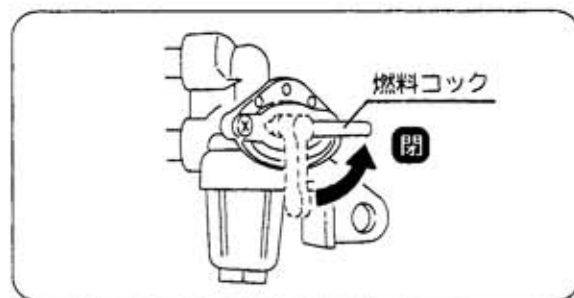

図26
- ③ 外気温がおよそ15℃以上のときには、チョーク操作は不要です。それ以外ときにはチョークレバーを〔全閉〕位置にします。一度暖まったエンジンを始動するときには、チョークレバーを〔開〕または〔半開〕位置にしてください。(図26)
- ④ 燃料コックを「閉」位置にしてください。(図26)